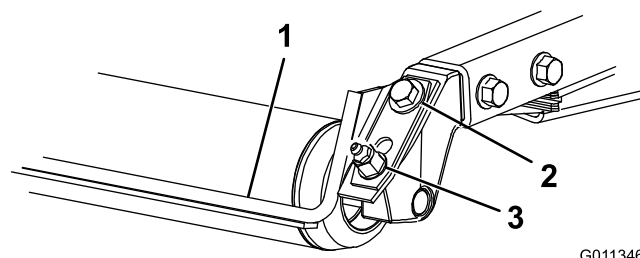

Figura 5
1. Afloje el punto de engrase y el tornillo de montaje (Figura 5).